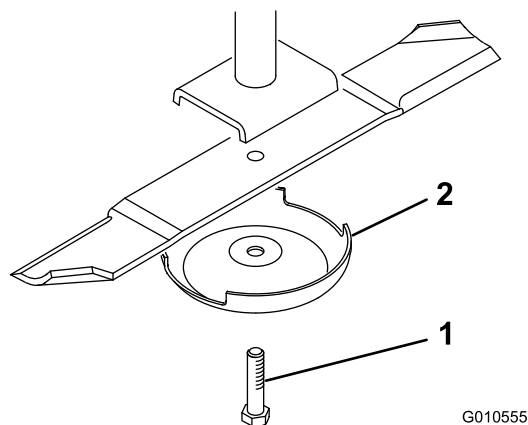

Figure 30
2. Tenez la lame à son extrémité avec un chiffon ou un gant épais. Enlevez le boulon, la coupelle de protection et la lame de l'axe de pivot (Figure 30).